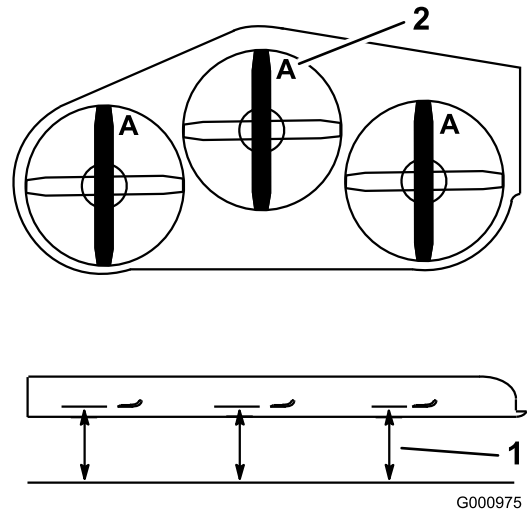

Bild 90
3. Drehen Sie die Schnittmesser, bis die Enden nach vorne und hinten gerichtet sind (Bild 90). Messen Sie von einer ebenen Fläche bis zu den Schnittkante (Position A) der Messer (Bild 90). Notieren Sie diesen Wert.